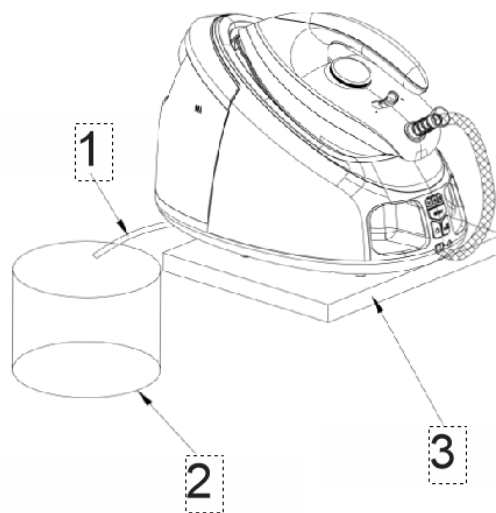

Fig.4
3. Posez la base de l'unité sur une table appropriée et fixe, puis mettez le tube en silicone dans un récipient. Ensuite, remplissez le réservoir d'eau avec de l'eau et remettez-le en place (voir Fig. 4). Assurez-vous que l'appareil repose de manière stable.